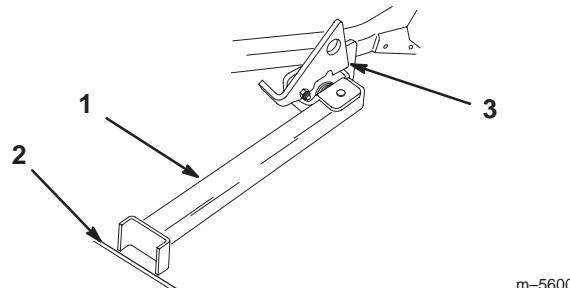

Figure 24
4. Posez le pied du support sur le sol et appuyez le verrou sur la languette de pivot (Fig. 24).
- Note:** Pour de meilleurs résultats, placez le pied du support dans des anfractuosités du trottoir ou du gazon (Fig. 24).
6. Montez la machine sur le support. Arrêtez-vous quand le verrou retombe sur la languette en position verrouillée (Fig. 24). Lorsque la machine est sur le support, serrez le frein de stationnement. Coupez le moteur.